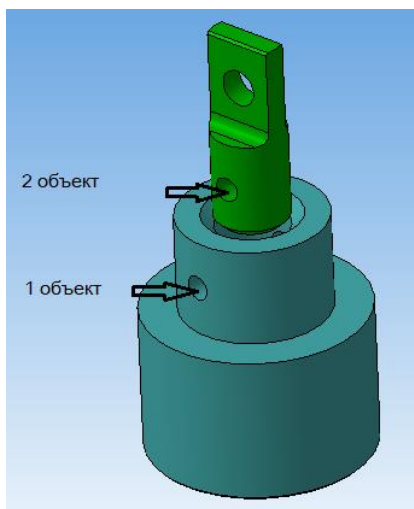

Рисунок 60.
12. В качестве первого объекта сопряжения укажите внутреннюю поверхность малого отверстия корпуса, второго объекта - такое же отверстие на валу (рисунок 60).